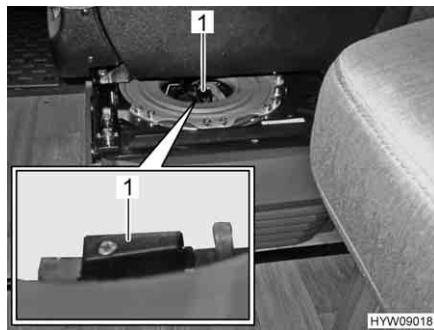

Fig. 149 Scambiatore di calore (Alde)
**Accensione:** ■ Posizionare la maniglia (Fig. 149,1) del rubinetto di chiusura parallela-mente alla tubazione.
**Spegnimento:** ■ Posizionare la maniglia (Fig. 149,1) del rubinetto di chiusura verticalmente rispetto alla tubazione.